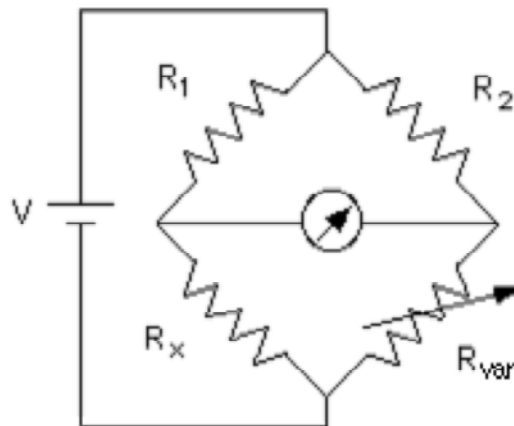

Figura 2.3.- Puente de Wheatstone
12.- La Figura 2.3 muestra el circuito de un Puente de Wheatstone. Describa brevemente su principio de operación y escriba la ecuación fundamental para obtener el valor de la resistencia a medir.